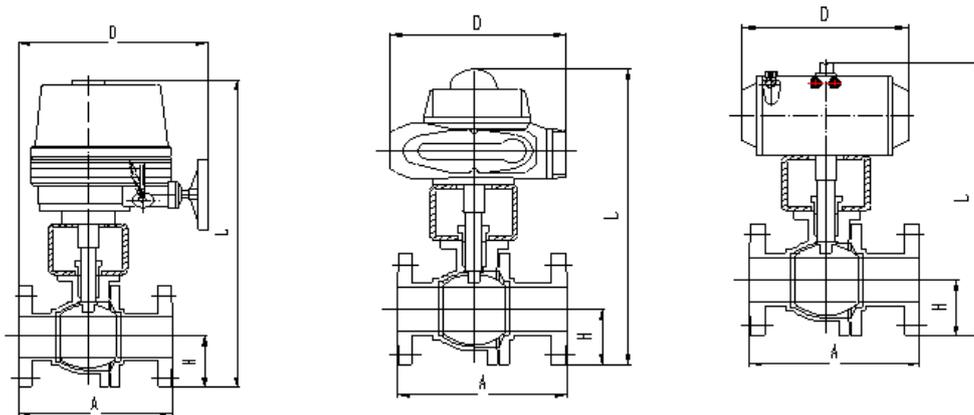

图 20 气动球阀
**组成：**由驱动气缸、电磁阀、蜗轮蜗杆手动操作器、球阀、限位装置等组成。如图 20。